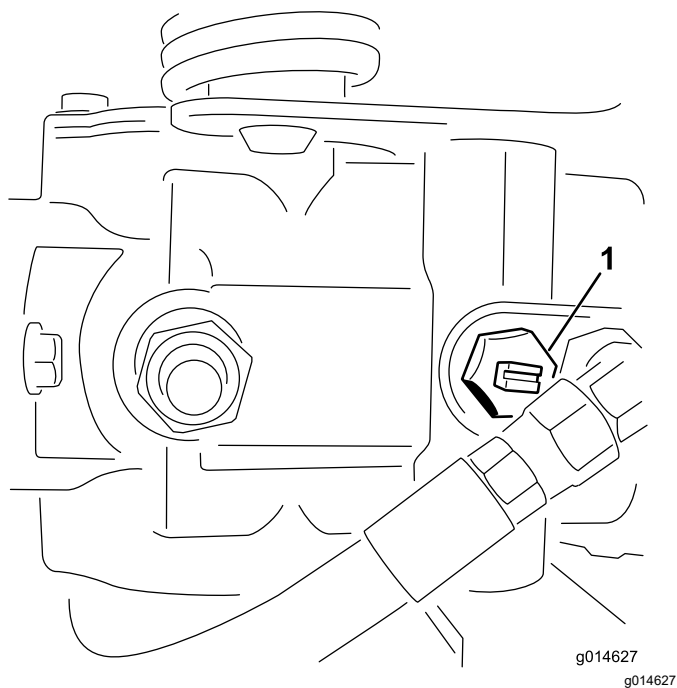

Figure 25
1. Localisez la vanne de dérivation sur la pompe et tournez-la jusqu'à ce que la fente soit verticale (Figure 25).
2. Avant de mettre le moteur en marche, fermez la vanne de dérivation (fente horizontale) (Figure 25).